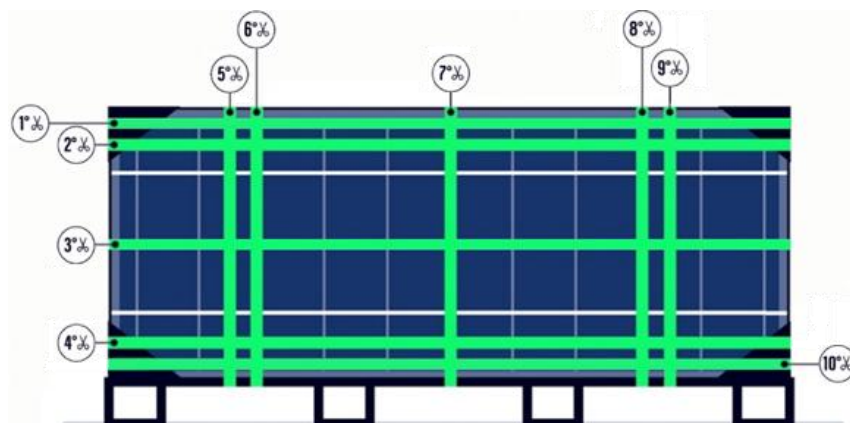

Figura 16: Posizioni delle cinghie interne.
- c) Tagliare nove delle cinghie interne. Per prima cosa tagliare le cinghie orizzontali #1 #2, #3, #4 (Figura 16), quindi tagliare le cinghie verticali #5, #6, #7, #8, #9, in qualsiasi ordine. Non tagliare la cinghia #10 fino al passaggio "e)".